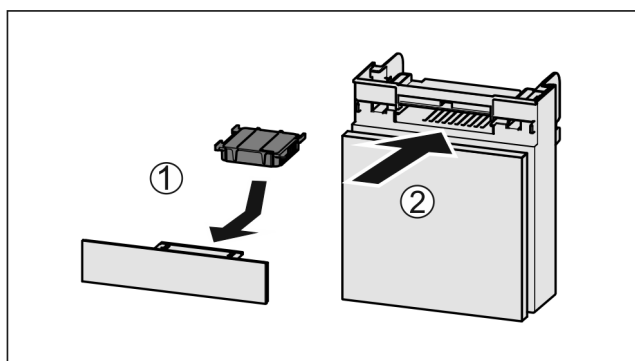

Fig. 57
- ▶ Inserire il vano Fig. 57 (2).